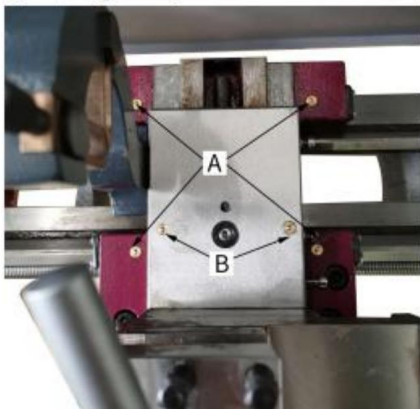

Abb. 36
2. Rändelschraube (B, Abb. 36) lösen und die Gleitfinger (C, Abb. 31) soweit öffnen, dass sich die Lünette mit ihrem Finger um das Werkstück bewegen lässt. Lünette in Position fixieren.
Vier Ölschlüsse (A, Abb. 36) einmal täglich mit 20W-Maschinenöl schmieren.
Kreuzschlitzschraubendreher: Schmieren Sie die beiden Ölschlüsse (B, Abb. 36) einmal täglich mit 20W-Maschinenöl.